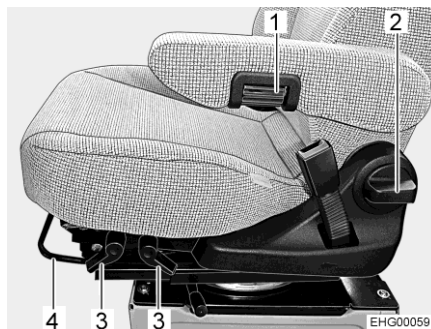

Bild 17 Stolinställning
- Drag upp bygel (Bild 17,4).
- Drag motsvarande spak (Bild 17,3) uppåt.
- Vrid (Bild 17,2) handtaget.
- Vrid på det räfflade hjulet (Bild 17,1) för att göra fininställningen. Beroende på vridriktning lutar armstödet framåt eller bakåt.